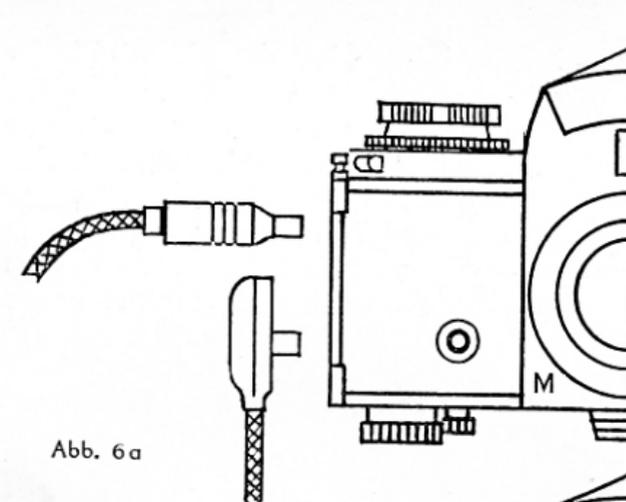
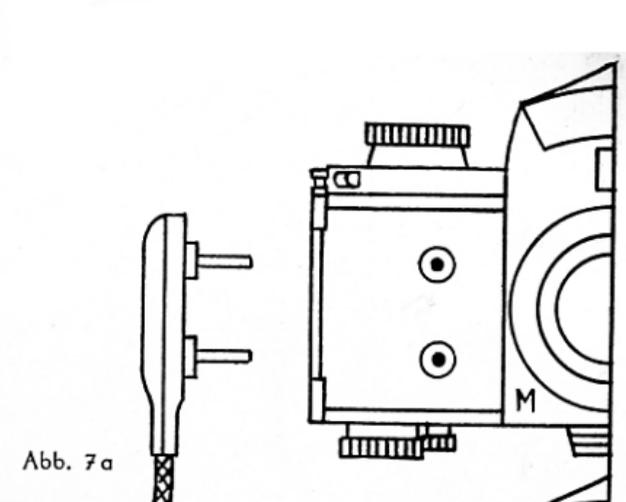

Abb. 6a
Abb. 7a
folgenden Abschnitt B „Die Wahl der Blitzlampe“. Für den Anschluß an die neueren Modelle der EXAKTA Varex und der EXA sowie für viele Kameramodelle anderer Herkunft wird das Synchronkabel (4) mit genormtem Winkelstecker (nach DIN 19003) geliefert, s. Abb. 6a und 6b. Bei den früheren Modellen mit einem bzw. mit zwei Kontaktbuchsen-Paaren wird ein Kabel mit Flachstecker notwendig, s. Abb. 7a und 7b.